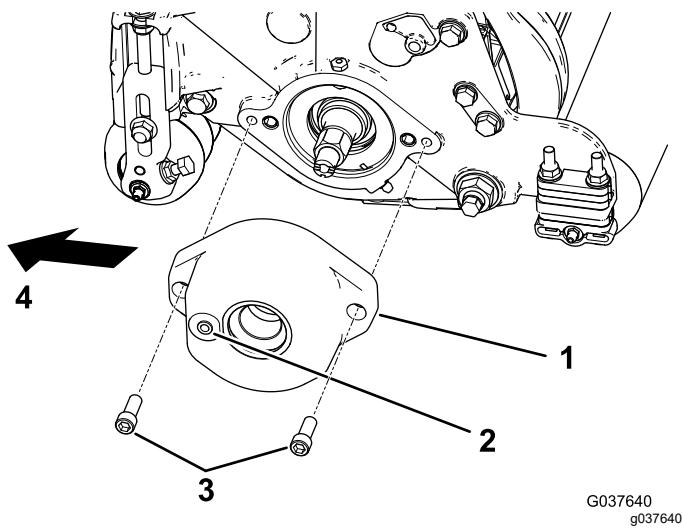

Figura 4
2. **Para el kit del Modelo 133-0158 de máquinas Reelmaster 5010 con unidades de corte de 17,8 cm solamente:** Monte el alojamiento del cepillo del rodillo en el alojamiento del cojinete del molinete con 2 pernos allen ($\frac{3}{8}$ " x 1"); consulte Figura 4.